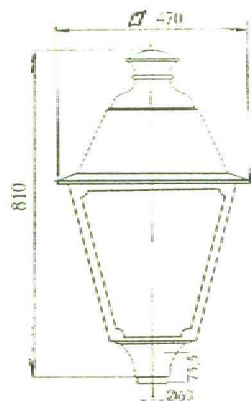

Рис.1
1.1. Светильники пенчающие серии РТУ08-250-005 У1 «Светлячок» (рис.1) с разрядными лампами высокого давления предназначены для функционально-декоративного освещения скверов, парков, бульваров.